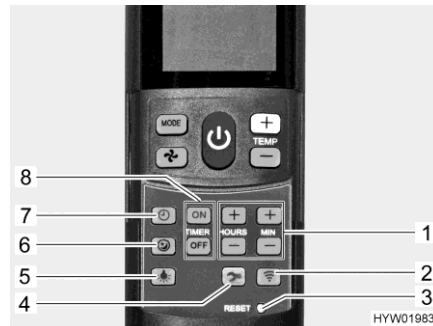

Fig. 193 Mando a distancia con teclas de ajuste (instalación de aire acondicionado)
- Pulsar la tecla Marcha suave (Fig. 193,6). Entonces, el ventilador funcionará a baja velocidad en el funcionamiento de refrigeración y, de esta manera, de modo particularmente silencioso.
- Pulsar la tecla Hora (Fig. 193,7).
- Ajustar las horas y los minutos con las teclas (Fig. 193,1).
- Pulsar la tecla "ON" (Fig. 193,8).
- Pulsar las teclas para el ajuste de la hora (Fig. 193,1) hasta que se haya alcanzado el lapso de tiempo hasta la conexión.
- Pulsar la tecla "OFF" (Fig. 193,8).
- Pulsar las teclas para el ajuste de la hora (Fig. 193,1) hasta que se haya alcanzado el lapso de tiempo hasta la desconexión.
- Volver a pulsar la tecla "ON" o la tecla "OFF" (Fig. 193,8).
- Pulsar la tecla Luz (Fig. 193,5). La iluminación será conectada con el nivel de atenuación ajustado más recientemente.
*Atenuar la iluminación:* ■ Pulsar la tecla Luz (Fig. 193,5) y mantenerla pulsada hasta que se alcance la luminosidad deseada.
*Desconectar la iluminación:* ■ Pulsar la tecla Luz (Fig. 193,5).
- ▷ La tecla Instalación (Fig. 193,4) se usa para conectar el mando a distancia con la instalación de aire acondicionado durante la primera puesta en funcionamiento.